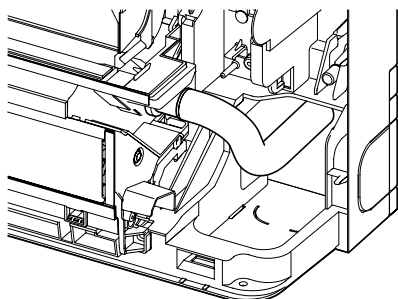

Fig. 5-4
- Insérez complètement le flexible de vidange au fond du bac de vidange. (Fig. 5-4)